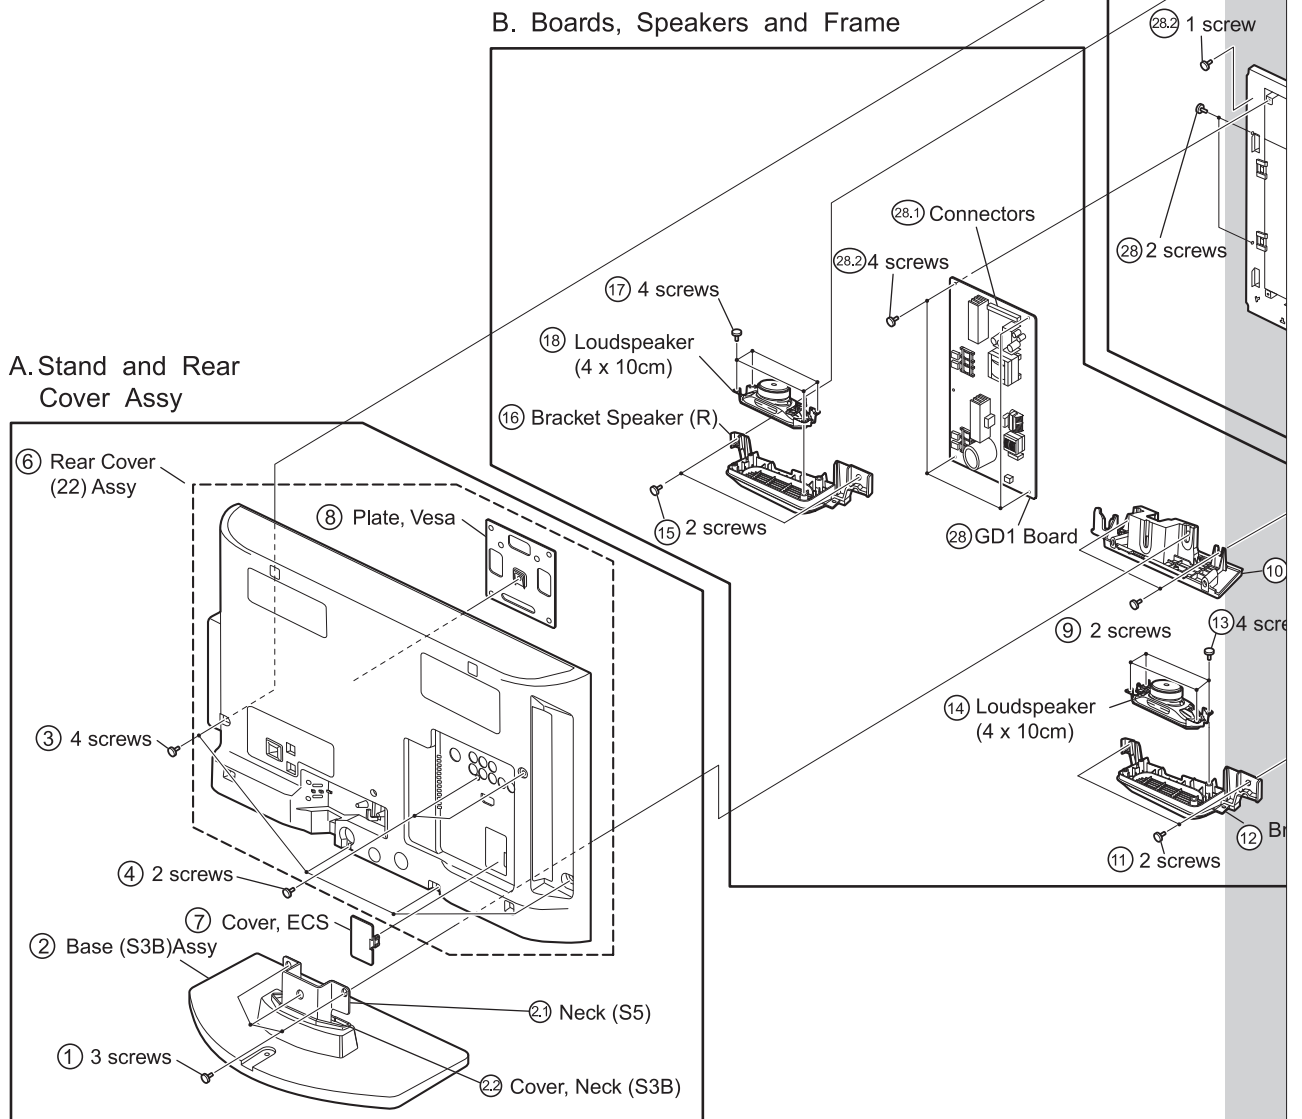

Рис. 2. Схема разборки
- Как пример размещения всех вышеперечисленных составных частей шасси в корпусе ТВ, на рис. 2 приведена схема разборки модели KLV-22BX300.